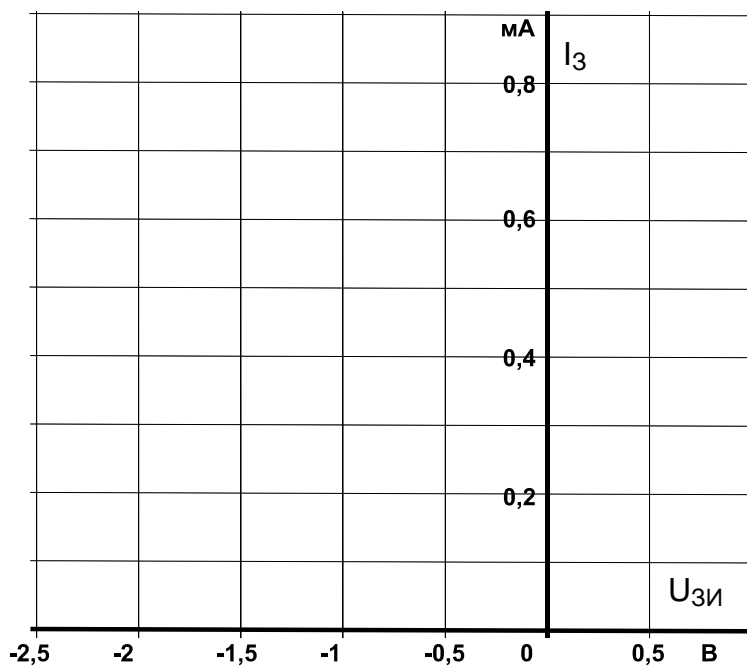

Рис. 5.3.2
- На графиках (рис. 5.3.2 и 5.3.3) постройте кривые зависимостей тока затвора I_3 и тока стока I_C от напряжения $U_{зи}$.